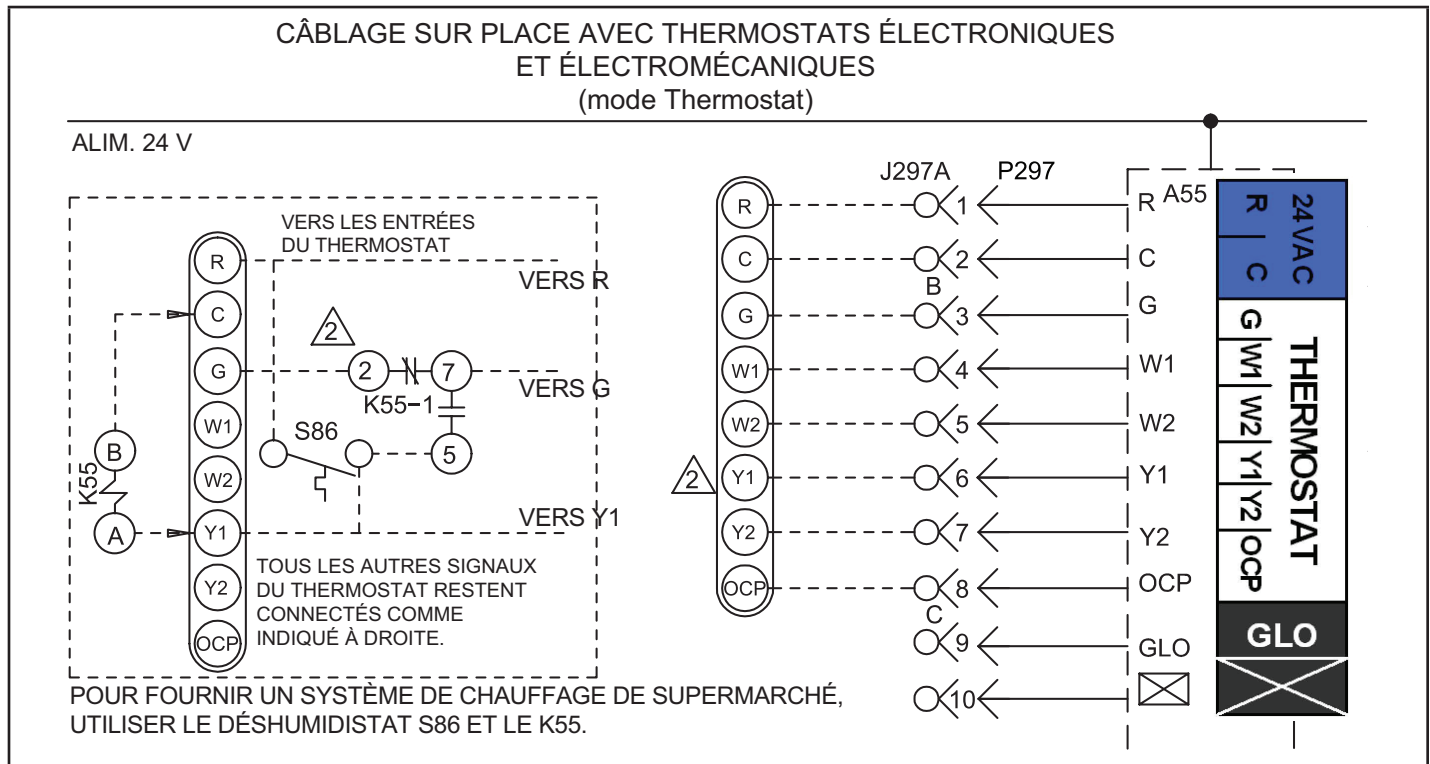

FIGURE 12
- 1 - Mode par défaut du thermostat - Le contrôleur de l'unité fait fonctionner deux stades de chauffage et de climatisation en fonction de la demande du thermostat. Installer le thermostat conformément aux instructions fournies avec le thermostat. Voir FIGURE 12 pour le câblage sur place et se référer aux schémas de câblage sur l'unité.
- 2 - Effectuer les connexions électriques comme indiqué à la FIGURE 12 pour le mode thermostat ou à la FIGURE 13 pour le mode capteur de zone. En outre, connecter un capteur d'humidité ou une entrée de déshumidification. Se reporter à la FIGURE 15 ou FIGURE 16 pour le câblage du capteur d'humidité ou à la FIGURE 17 pour le câblage de l'entrée de déshumidification.